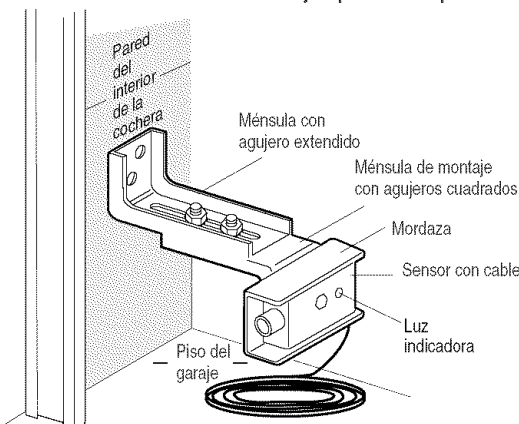

Figura 1
1. Con los accesorios que se muestran en la Figura 1, fije las mordazas a las ménsulas de montaje que tienen agujeros cuadrados.